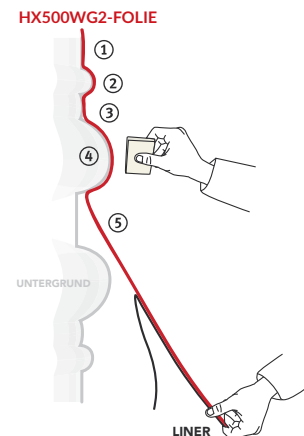

Abbildung 06
- › Abdeckpapier nach und nach entfernen, dabei weiter nach unten hin spannen. (Abb. 06)
- › Beginnen Sie mit der Vertiefung ①, dann mit der Erhebung ②, bis hin zur nächsten Vertiefung ③.
- › Bis zur nächsten Wellenform nach oben hin fortsetzen ④ und auf diese Weise bis zur ⑤ vollständigen Verklebung fortfahren.